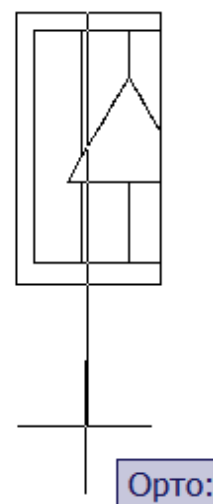

Рис.5.15
- на запрос указания центра вида (View center) щелкнуть точку под главным видом (рис.5.15), расположив проекцию так, чтобы позже можно было нанести размеры и обозначить горизонтальный разрез (центр вида можно щелкать многократно до приемлемого варианта), для фиксации центра вида нажать **Enter**;